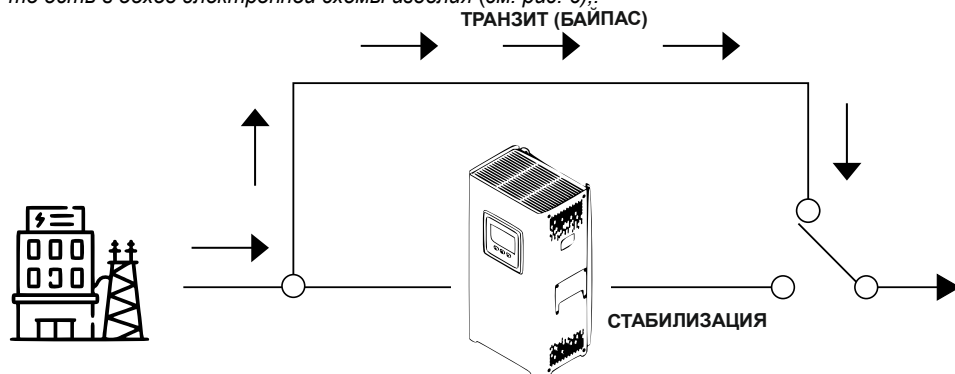

Рисунок 6 - Иллюстрация режима транзит (байпас).
*Примечание: *Режим транзит (байпас) — дополнительная опция стабилизаторов напряжения, позволяющая скоммутировать входное сетевое напряжение сразу на нагрузку, то есть в обход электронной схемы изделия (см. рис. 6);.*